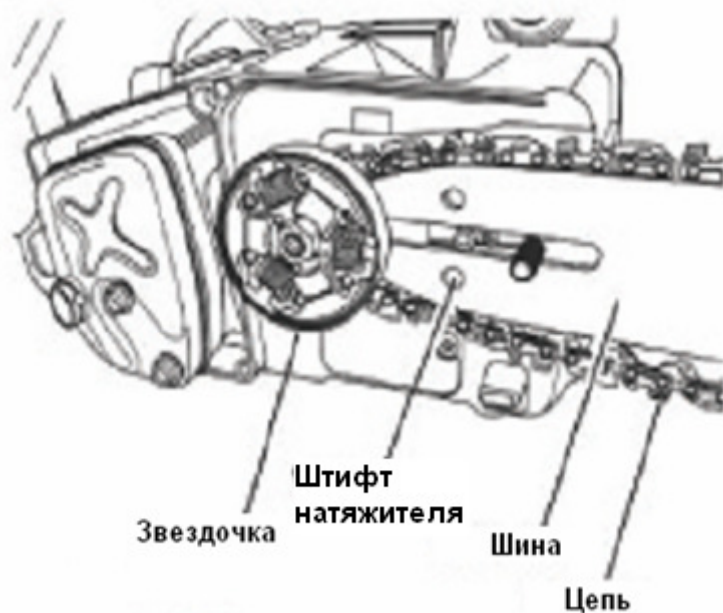

Рис. 1.
2. Открутите стопорную гайку шины и снимите кожух цепи. (Рис. 1)